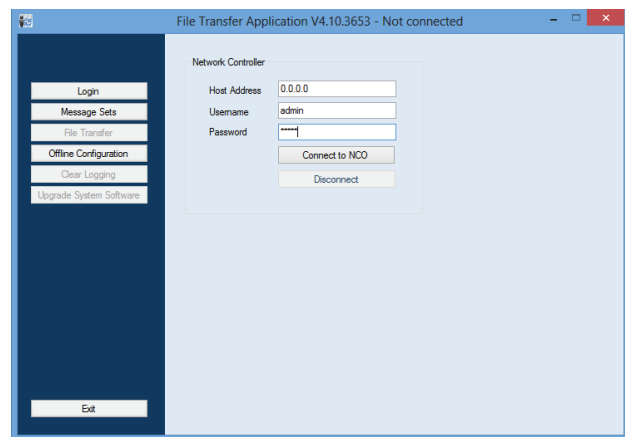

figura 37.4: Conexión con el controlador de red
- 8 Vaya a *Start > Programs > Bosch > Praesideo > FT Application* para iniciar la Praesideo *File Transfer Application*. Se mostrará una pantalla similar a la indicada en figura 37.4.